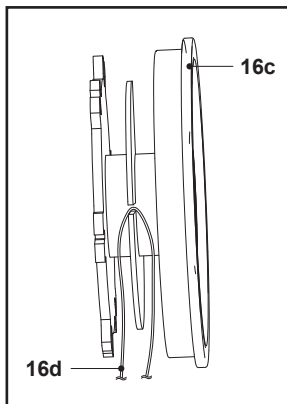

Fig. 29
5. Replier le fil de coupe (16d) et faire passer la boucle dans la fente de la bobine de coupe-bordures (16c), puis l'accrocher (Fig. 29).